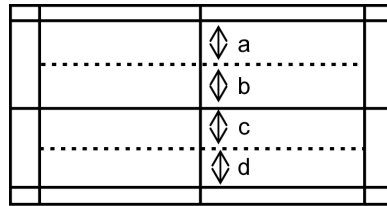

Fig. 2
- a. Adjust V-LIN  $a=b=c=d$  in Fig. 2.